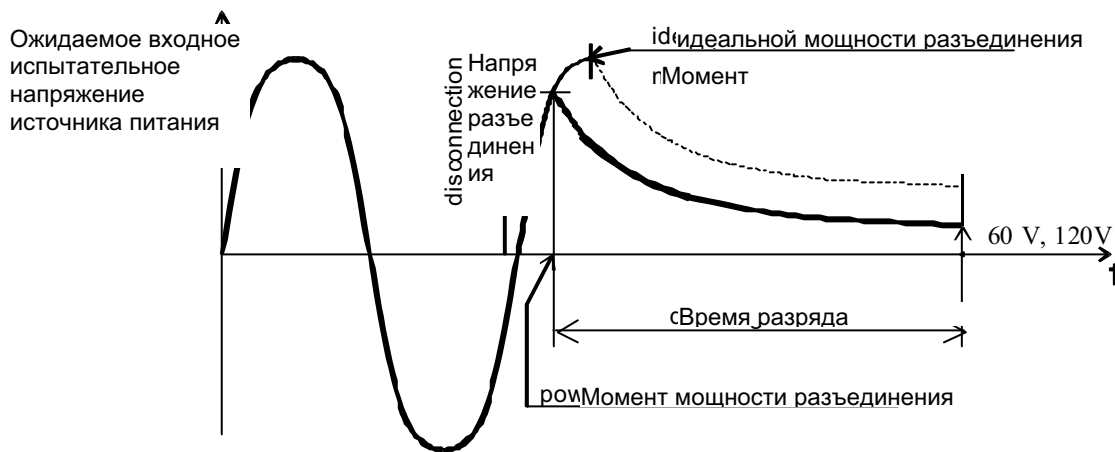

Рисунок 25 – Напряжение на испытательном входе питания
ШАГ 6 Вытяните модуль соединения и подождите пока отобразятся результаты. Если напряжение разъединения достаточно для выполнения измерений (см.рисунок 25) на дисплее появится сообщение **Start (Старт)** и измерения будут выполнены. Если напряжение недостаточно для выполнения измерений, на дисплее отобразится результат 0.0 s и сообщение **Repeat (Повтор)**. В данном случае повторите измерение с ШАГА 3. Если снова появится результат 0.0 s и сообщение **Repeat (Повтор)**, повторите измерения от 5 до 10 раз. Результат 0.0 s может быть принят верным. Если на дисплее отображается сообщение **Timeout** - модуль соединения не отключено за 10 с или время разряда/спада сигнала больше 10 с.
- ШАГ 6** Вытяните разъем питания и подождите пока отобразятся результаты. Если напряжение разьединения достаточно для выполнения измерений (см.рисунок 25) на дисплее появится сообщение **Start**